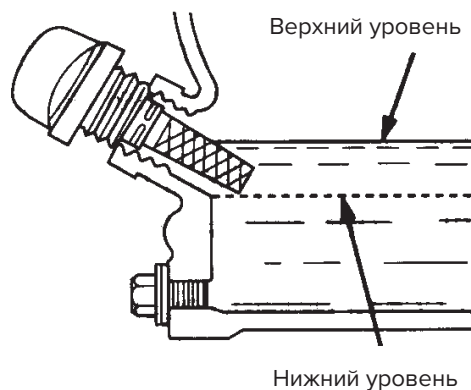

Рис. 6. Щуп моторного масла (уровень масла)
4. Если уровень масла низкий (см. рис. 6), залейте до края маслналивного отверстия масло рекомендованного типа (табл. 5). Максимальный объем масла составляет 1,16 кварт (1,1 литра).